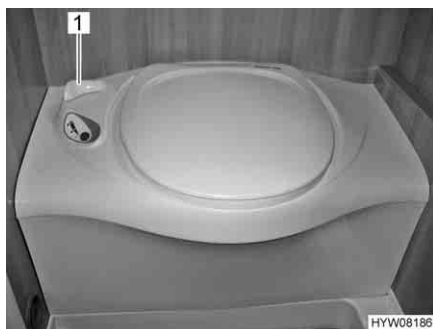

Fig. 174 Toilettes Thetford
- Avant d'actionner la chasse d'eau, ouvrir le curseur des toilettes Thetford. Tourner pour cela le levier du curseur (Fig. 174,1) dans le sens inverse des aiguilles d'une montre.
- Après avoir actionné la chasse d'eau, fermer le curseur. Tourner le levier du curseur (Fig. 174,1) dans le sens des aiguilles d'une montre.